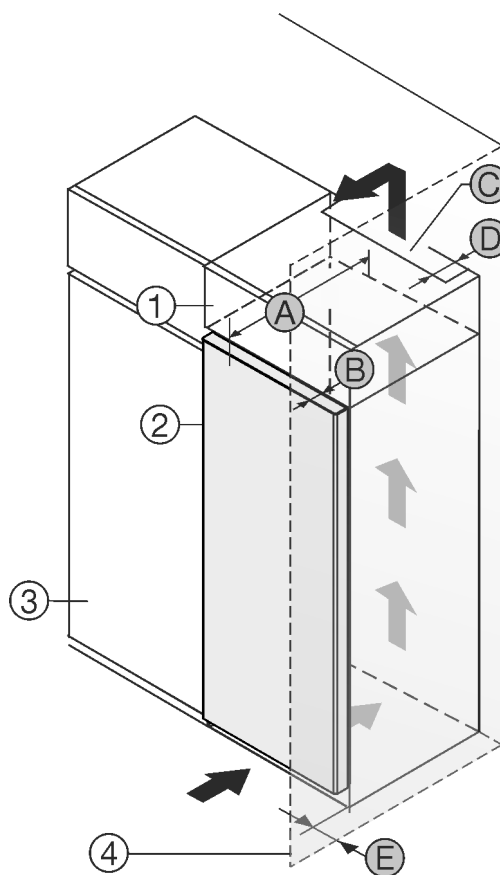

Fig. 1
- (1) Rátét szekrény *
- (2) Berendezés *
- (3) Konyhaszekrény *
- (4) Fal *
- (A) Készülék mélysége *
- (B) Ajtó mélysége *
- (C) Szellőzés keresztmetszete *
- (D) Készülék hátsó oldalának távolsága *
- (E) Távolság a készülék oldalától *
A készülék közvetlenül a konyhaszekrény Fig. 1 (3) mellé állítható.*
A rátét szekrény hátoldalán egy megadott mélységű Fig. 1 (D) szellőzőaknát kell kialakítani a rátét szekrény teljes szélességében.*
A mennyezett alatt be kell tartani a szellőző keresztmetszetet Fig. 1 (C).*
Ha a készüléket a zsanérjaival a fal Fig. 1 (4) mellé állítja fel, legalább 13 mm távolságot kell tartani a faltól.*
Ahhoz, hogy az ajtót teljesen ki tudja nyitni, a készüléknek a konyhaszekrény elülső oldalához képest legalább az ajtó mélységének *Fig. 1 (B)* megfelelően ki kell állnia. A konyhaszekrények *Fig. 1 (3)* mélységétől és a fali távtartók használatától függően a készülék nagyobb mértékben is túllóghat előrefelé.*